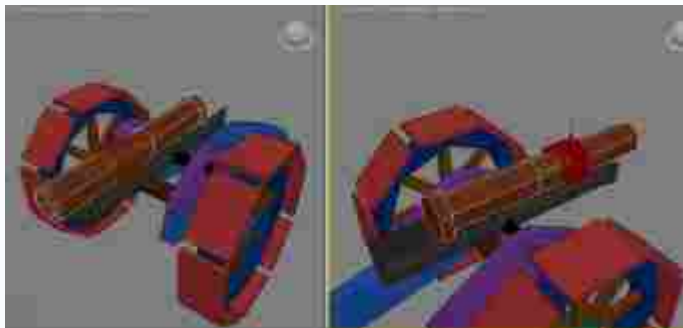

图2-38 炮筒稳固架模型定位
(19) 根据原画示意图设计的结构定位，给炮台前端位置制作一个固定架，以便炮口在受到冲击时候稳固在炮车的重心位置，注意与凹槽模型之间的衔接，如图2-38所示。